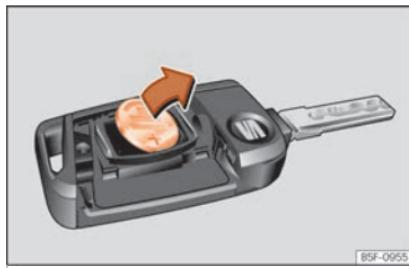

Fig. 85 Llave del vehículo: extracción de la pila.
- Extraiga la pila del compartimento con un objeto fino adecuado »» **fig. 85**.
- Coloque la pila nueva tal como se muestra »» **fig. 85** y presiónela en el compartimento para la pila en sentido contrario a la flecha »» ①.